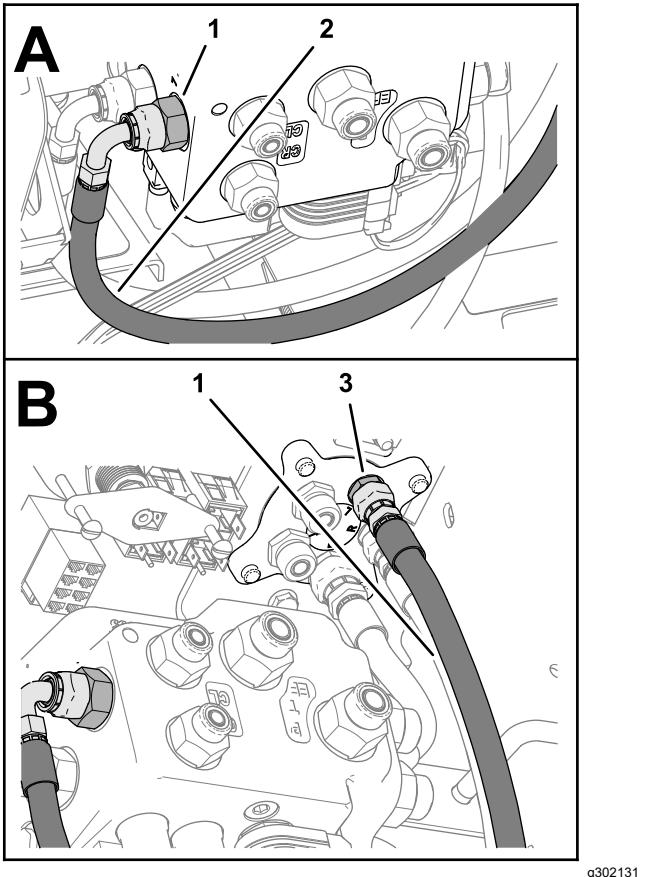

Figura 116
7. Monte a união de 90° do tubo 6 x 711 mm na união da porta L da válvula de direção EHI (Figura 116).
8. Monte a união reta do tubo 6 x 711 mm na união da porta L da válvula de direção, e aperte ambas as uniões dos tubos (Figura 116).